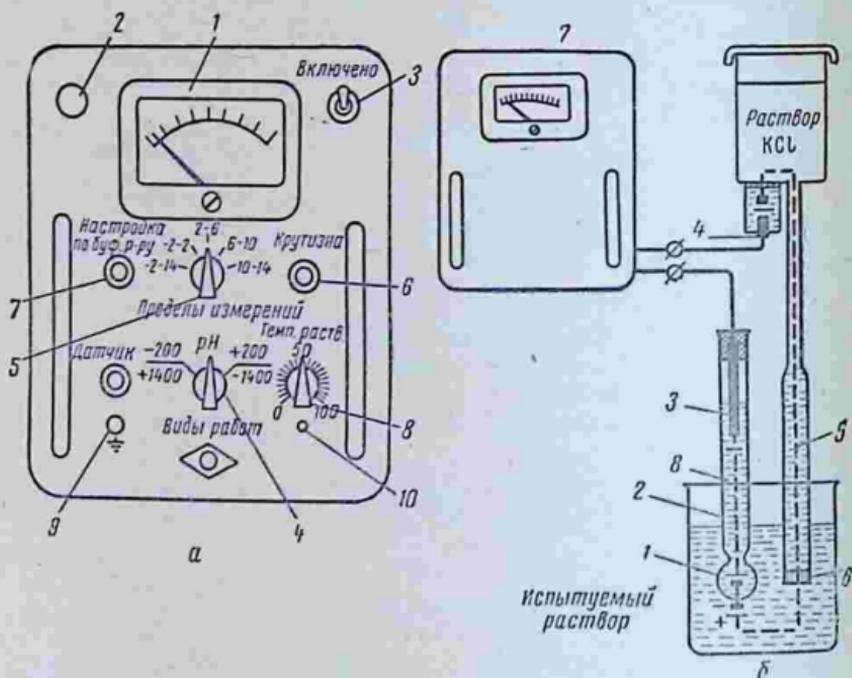

Рис. 47. Потенциометр типа ЛПУ-01:
Определение проводится на потенциометре типа ЛПУ-01 (рис. 47, а), изготавливаемым Гомельским заводом измерительных приборов. Возможны два варианта определений:
10. При совпадении величин рН в пределах $\pm 0,05$ единиц рН-метр можно считать настроенным; навинтите крышку на гнездо «Настройка по буферному раствору» (см. рис. 47, а). Получите у преподавателя контрольный раствор и приступите к определению его рН. Результаты сдайте преподавателю.